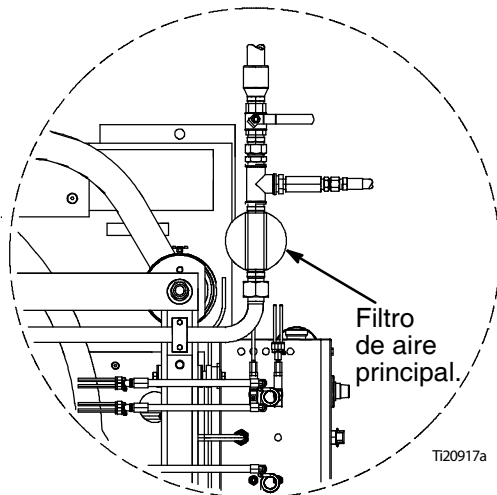

Fig. 18
- El filtro de aire entre la fuente de suministro de aire y el panel de disposición neumática. Vea la Fig. 18.